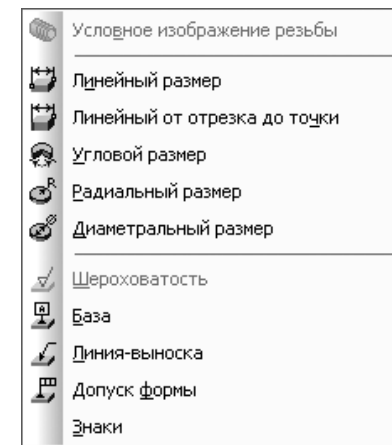

Рис. 3.133. Всплывающее меню пункта **Элементы оформления** выпадающего меню
- щелкните в главном меню по пункту **Операции**, а затем в выпадающем меню по пункту **Элементы оформления**. Появится всплывающее меню рис. 3.133.